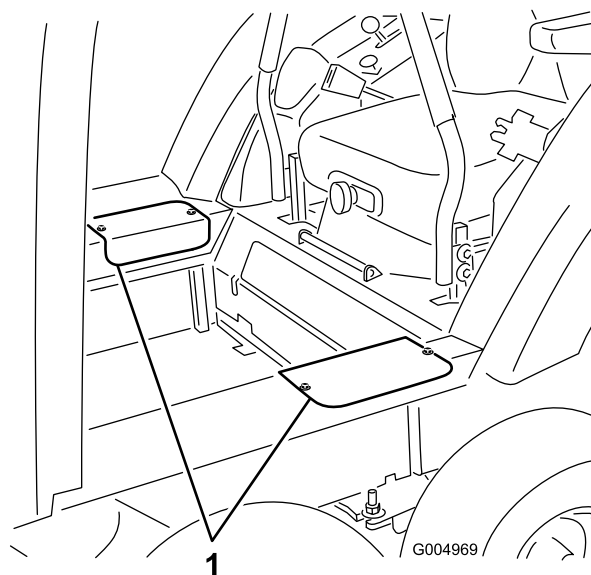

Figura 55
27. Instale las tapas de acceso lateral con los tornillos que retiró anteriormente (Figura 55).